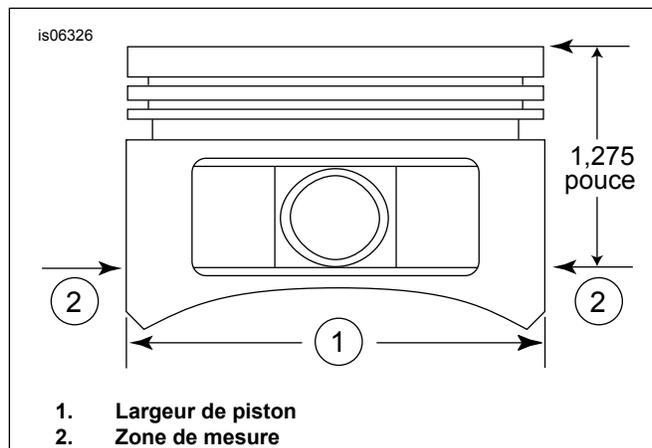

Figure 2. Dimensions de piston
5. Voir Figure 2. Mesurer la largeur du piston (1) 90 degrés à l'horizontale des deux côtés du trou d'axe de piston et à 1,275 po vers le bas à partir de la surface de plateau (supérieure) du piston (2). Voir Tableau 6 pour l'ajustement piston/cylindre à cet emplacement.